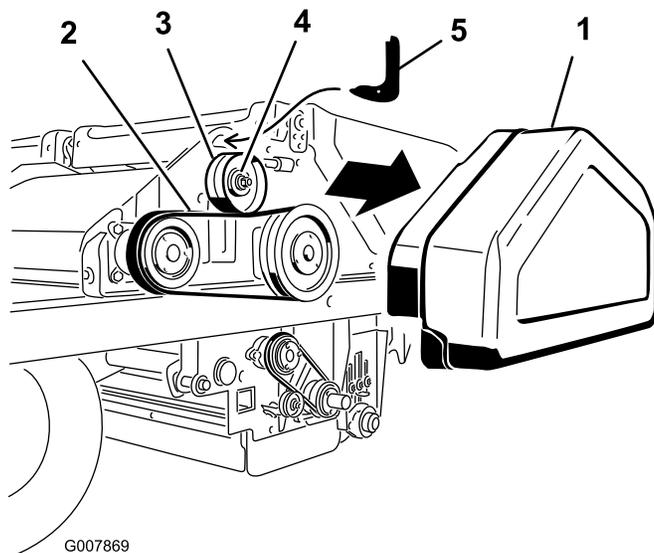

Bild 59
5. Drehen Sie das Werkzeug, bis Sie einen Anzug von 5,7 Nm erreicht haben. Halten Sie den Anzug und ziehen Sie die Spannscheibenmutter fest (Bild 59).
1. Entfernen Sie die Riemenabdeckung (Bild 59).
2. Lockern Sie die Mutter an der Spannscheibe (Bild 59).
3. Setzen Sie das Hakenende des Riemenspannungswerkzeugs in das Loch über der Spannscheibe ein (Bild 59). Das gekrümmte Ende des Werkzeugs sollte auf der Spannscheibe aufliegen.
4. Stecken Sie einen 1/2-Zoll-Schraubenschlüssel in das Loch im Riemenspannungswerkzeug (Bild 59).